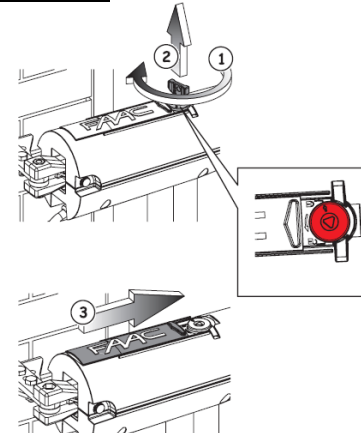

Рис.2
- 3) Вставить ключ разблокировки и повернуть его на 90°, рис.2.
2. Переместить декоративную защитную пластину, как показано на рис.2 поз.3